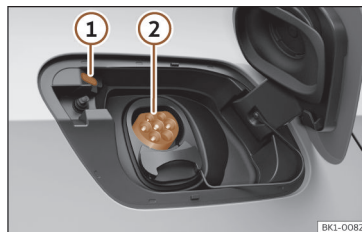

Fig. 68 Por trás da tampa de carregamento da bateria na parte traseira direita: Tomada de carregamento.
>>> **Fig. 68**
- Com o veículo destrancado, ao pressionar a tampa de carregamento da bateria esta abre-se >>> **Fig. 68.**
- O LED (indicador do processo de carregamento) da tomada de carregamento pisca e emite cintilações brancas >>> **Fig. 68 1** >>> **Página 82.**